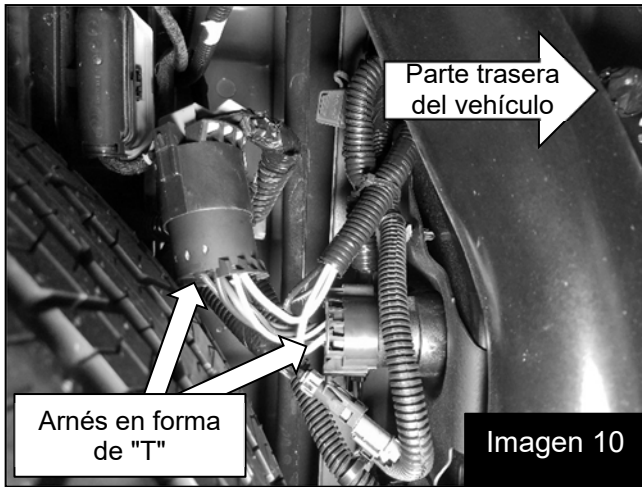

Imagen 10
15. Desconecte el conector de remolque e instale el arnés en forma de "T" entre el conector de remolque y el arnés de fábrica. Conecte el conector de dos terminales del arnés en forma de "T" al arnés del amplificador. Imagen 10